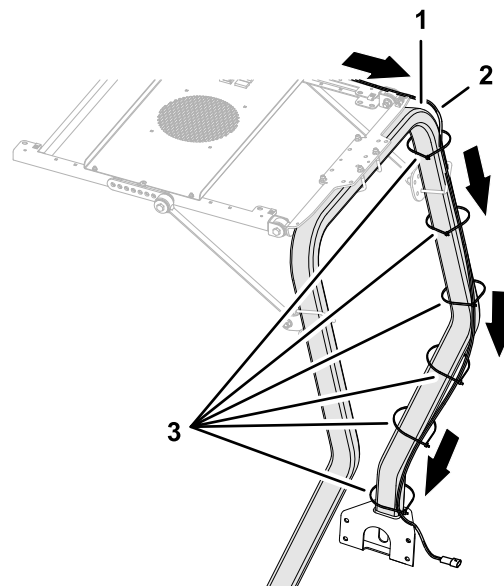

Figura 7
- Disponete il cablaggio preassemblato del parasole lungo il tubo del roll-bar, come illustrato nella Figura 7.
- Disponete l'estremità del cablaggio preassemblato identificata come P08 attraverso l'occhiello della piattaforma (Figura 7).
2. Fissate il cablaggio preassemblato al tubo del roll-bar con fascette per cavi se necessario (Figura 7).
4. Fissate il cablaggio preassemblato del parasole al tubo del roll-bar con fascette per cavi se necessario (Figura 7).